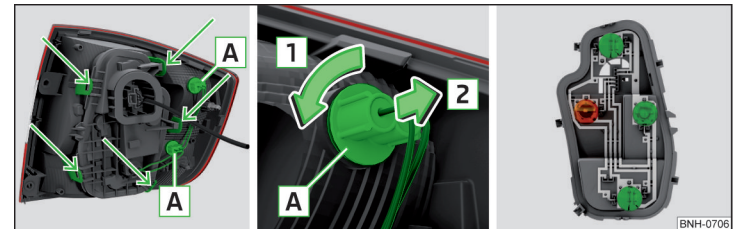

Abb. 273 Äußerer Teil der Leuchte / Glühlampe herausnehmen / Lampenhalter
- › Die Fassung mit der Glühlampe **A** in Pfeilrichtung **1** drehen » Abb. 273.
- › Abb. 273 und den Lampenhalter aus der Leuchte herausnehmen.